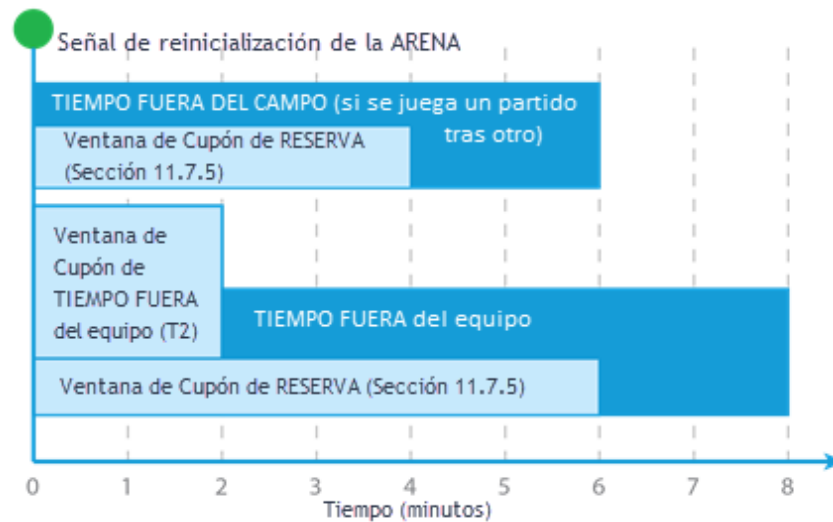

Figura 11-1 Línea de tiempo de los TIEMPOS FUERA
Si una ALIANZA desea utilizar su TIEMPO FUERA, el CAPITÁN DE LA ALIANZA debe entregar su cupón de TIEMPO FUERA al Head REFEREE dentro de los dos (2) minutos después de que se escuche la señal de reinicialización de la ARENA que antecede al PARTIDO. Si no hubiese un PARTIDO precedente, el cupón de TIEMPO FUERA debe entregarse antes de dos (2) minutos del comienzo del PARTIDO programado. El TIEMPO FUERA dará comienzo dos (2) minutos después de la señal de reinicialización de la ARENA (es decir, al final de la ventana de TIEMPO FUERA del cupón que se ilustra en la Figura 11-1 Línea de tiempo de los TIEMPOS FUERA